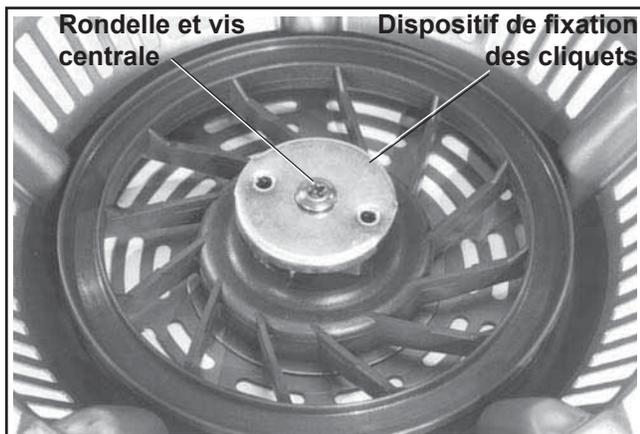

Figure 7-4. Vis centrale, rondelle et dispositif de fixation des cliquets.
2. Retirer la vis centrale, la rondelle et le dispositif de fixation des cliquets. Voir la Figure 7-4.